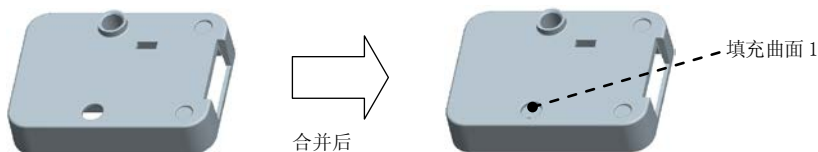

图 20.14 将复制面组与填充曲面 1 合并在一起
Step5. 将复制面组与 Step4 中创建的填充曲面 1 合并为合并 1，如图 20.14 所示。